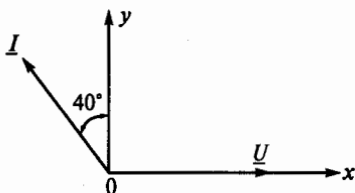

Рис. 88
**3.27.** Какие из приведенных выражений для синусоид напряжения и тока соответствуют векторной диаграмме, показанной на рис. 88?